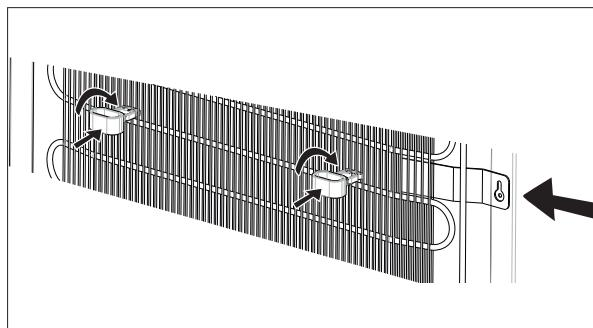

Fig. 21
- ▶ Monter begge afstandsholdere (17) på højde med den øverste fastspændingsplade (se pil til højre i fig. 21) på køleribberne på apparatets bagside.
- ▶ Anbring afstandholderen (17) i vertikal position indtil udsparingen med identifikationen **T** mellem to køleribber og drej den 90° til horisontal position som vist i fig. 21. Dette forhindrer direkte kontakt mellem kondensator og væg.
- ▶ Juster apparatet vandret, udliign ujævnheder på underlaget ved at skru放缓fodderne (6) ind.